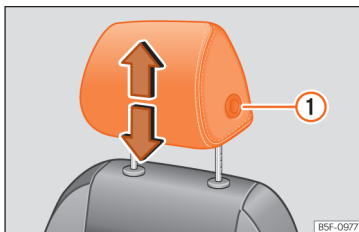
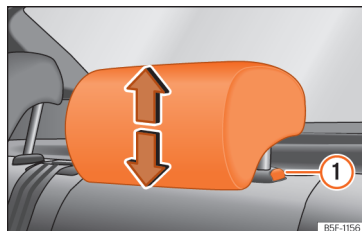

Fig. 72 Scaunul față: reglarea tetierei.
Fig. 73 Tetiera spate: reglarea tetierei.
- Apucați cu ambele mâini părțile laterale ale tetierei și împingeți în sus în poziția dorită. Pentru coborârea tetierei, repetați aceeași acțiune apăsând butonul de pe partea laterală ①
- » » fig. 72, » » fig. 73.